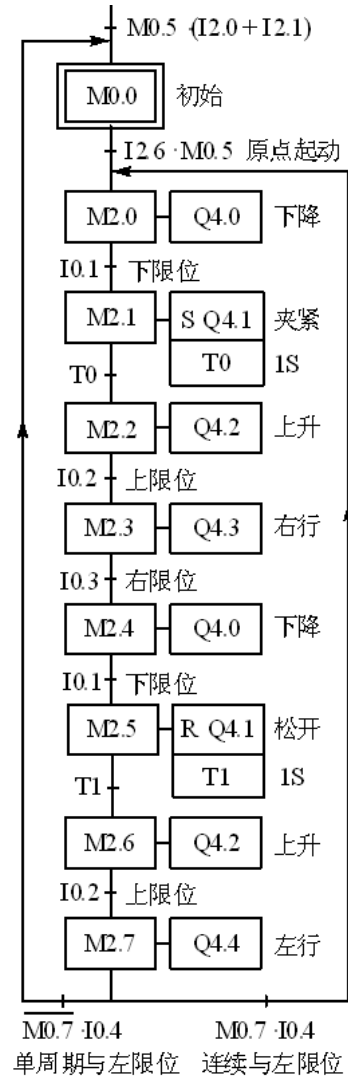

图2
3) 单周期工作方式的调试：在满足原点条件时，按下起动按钮，观察机械手是否能按顺序功能图(见图 2)的规定完成一个周期的工作，然后返回并停留在初始步。